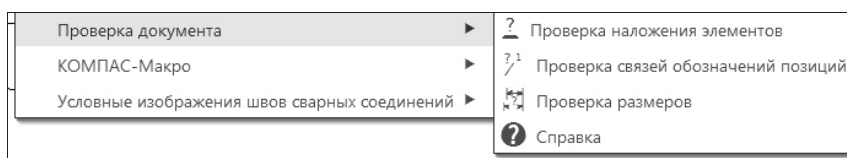

Рис. 30.5. Раскрывающееся меню пункта Приложение ► Проверка документа
- ◆ из **Строки Главного меню** ► **Приложения** ► **Проверка документа** ► список команд для проверки (рис. 30.5):